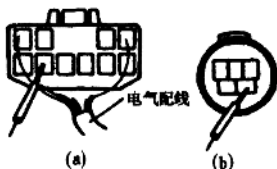

图 1-1
(5)用万用表检查线路接头时,如果接头是防水型的,应仔细取出防水橡胶套;当检查电阻、电流或电压时,所用万用表阻抗必须大于 $10\text{M}\Omega$,检查时将万用表测针插进线束端的接头里,测针插入时不可对接头过分用力,检查后,在接头上可靠地安装防水橡胶套。测试连接器插脚端子时,测针插入方向应如图 1-1 所示。图 1-1(a)表示从带有配线的后端插入测针来检查;图 1-1(b)表示没有配线的前端用测针来检查。